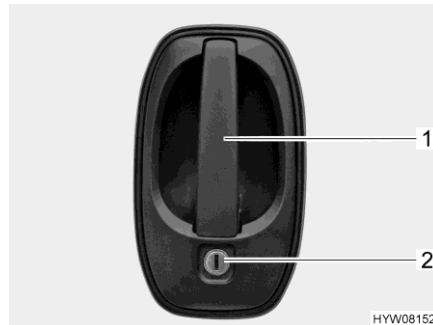

Fig. 49 Serrure de la porte (porte chauffeur/cellule à l'extérieur)
- Insérer la clé dans le barillet (Fig. 49,2) et la tourner jusqu'à ce que la serrure de la porte soit déverrouillée.
- Tirer sur la poignée de la porte (Fig. 49,1). La porte est ouverte.
- Insérer la clé dans le barillet (Fig. 49,2) et la tourner jusqu'à ce que la serrure de la porte soit verrouillée.